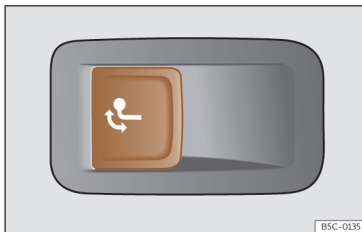

Fig. 188 No lado esquerdo da bagageira: botão para desbloquear o gancho de reboque.
- Puxe o botão» **Fig. 188** de forma breve. O gancho de reboque desbloqueia-se eletricamente e roda-se automaticamente para fora. A luz de controlo do botão pisca.
- Puxe o botão» **Fig. 188** de forma breve. O gancho de reboque desbloqueia-se eletricamente.
- Se o aviso de controlo do botão» **Fig. 188** → *pisca*, significa que o gancho de reboque ainda não encaixou corretamente ou está danificado » .
- Se a luz de controlo» **Fig. 188** → *permanecer acesa* com a porta da bagageira aberta, o gancho de reboque está corretamente encaixado, tanto quando está retirado como quando está oculto.
- Não pressione nunca o botão»» Fig. 188 quando tiver um reboque engatado ou estiver montado um porta-bagagens ou outros acessórios sobre o gancho de reboque.